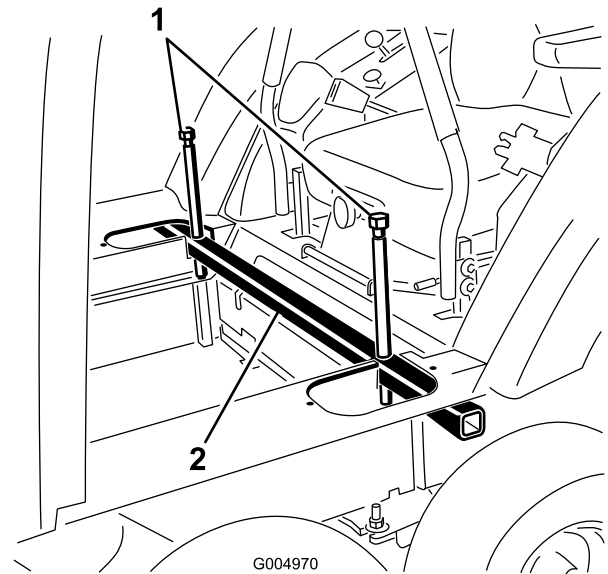

Figura 80
29. Instale el tubo de elevación de la cabina en los recortes del suelo de la cabina (Figura 80).